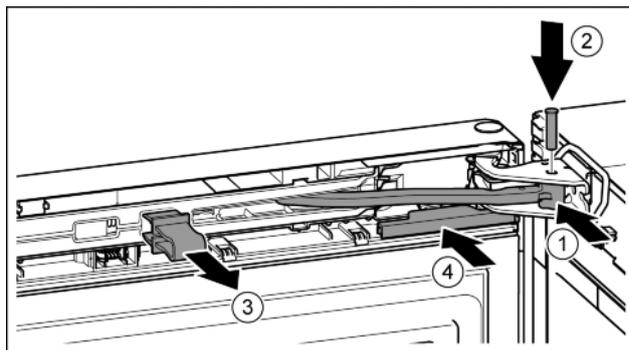

Fig. 25
- ▶ Ruotare lo snodo nel blocco di supporto. Fig. 25 (1)
- ▶ Inserire il perno nel blocco di supporto e nello snodo. Prestare attenzione che l'arresto sia correttamente in sede nella scanalatura. Fig. 25 (2)
- ▶ Togliere la protezione. Fig. 25 (3)
- ▶ Inserire spingendo la copertura. Fig. 25 (4)